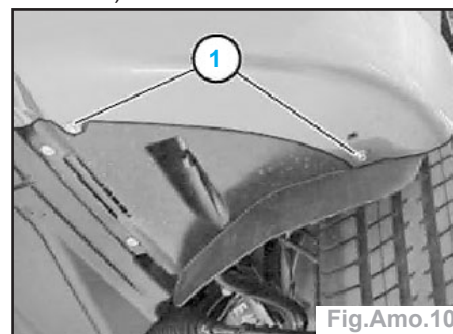

Fig.Amo.11
- Déposer la vis (1) à G et à D (Fig. Amo.11).